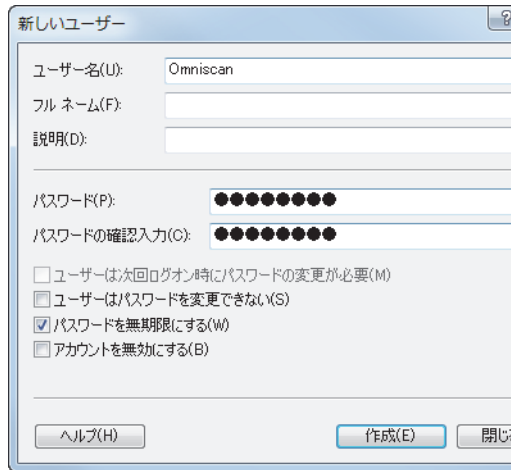

図 7-26 新しいユーザーダイアログボックス (Windows 7)
5. **新しいユーザー**ダイアログボックスの**ユーザー名**ボックスで、大文字・小文字を区別して **Omniscan** と入力します (237 ページの図 7-26 を参照)。